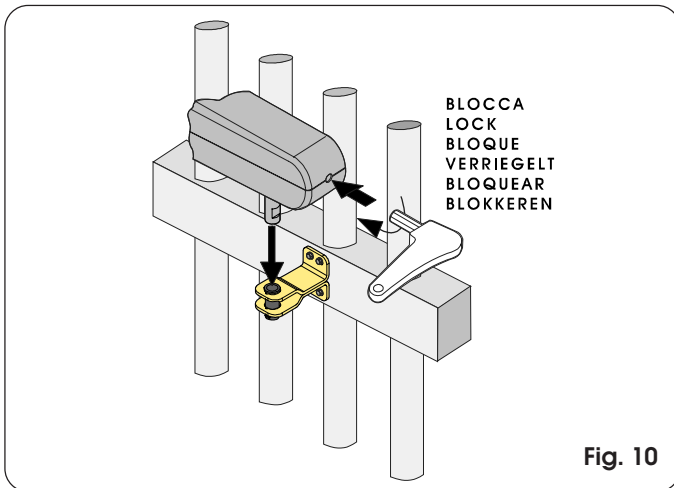

Fig. 10
De aandrijving vastmaken aan de voorste bevestiging zoals op de Fig. 10 en de ontgrendelsleutel helemaal naar rechts draaien tot aan de sluitingaanslag.
- de aandrijving weer op de voorste bevestiging steken (Fig. 10);